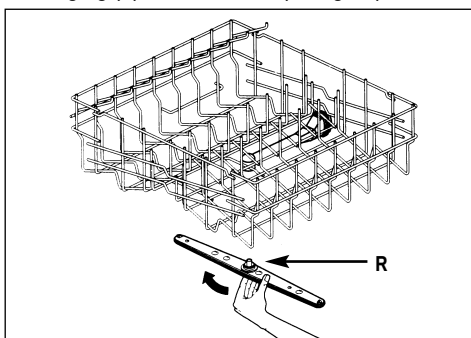

fig. 14
- Neem de bovenste sproeiarm uit door de borging (R) los te draaien (zie fig. 14).